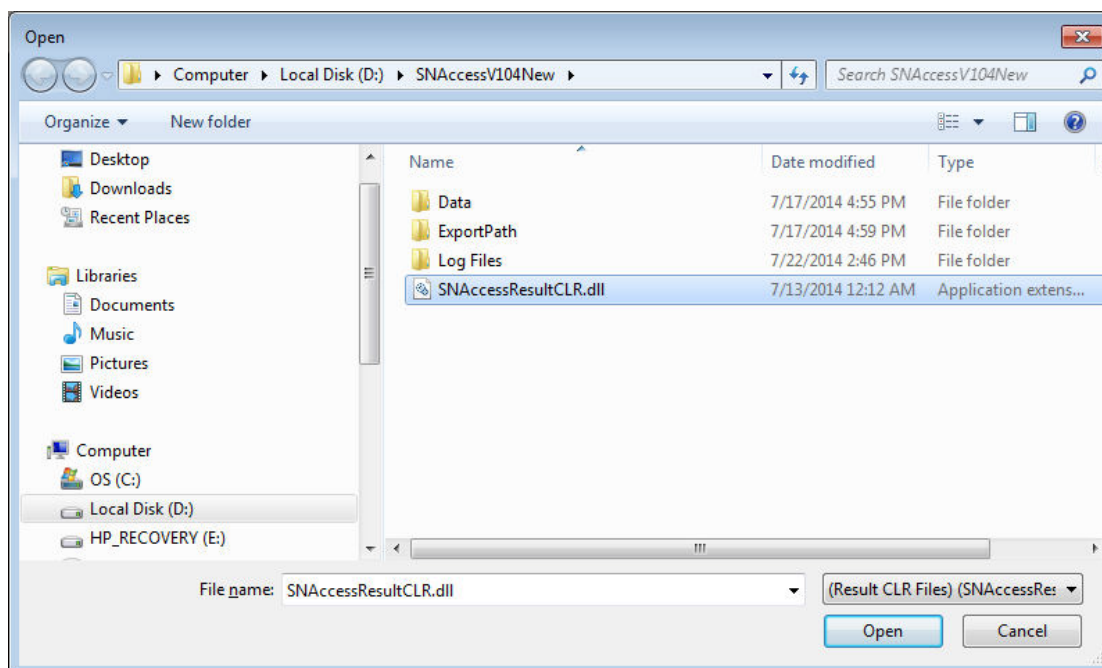

Figure 4-38
4. 接下来，选择打开 **Apply Result CLR** 选项，在图4-38的画里，选择“SNAccesResultCLR.dll”文件。